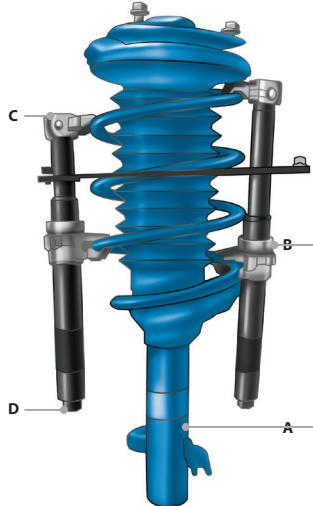

fig. 2
- 3** Ensure that the jaws are correctly aligned, making sure the two arms are parallel to each other, see fig.2.
- 3** Vergewissern sie sich, dass die Backen bündig sind – die Arme müssen parallel sein, siehe Bild 2.